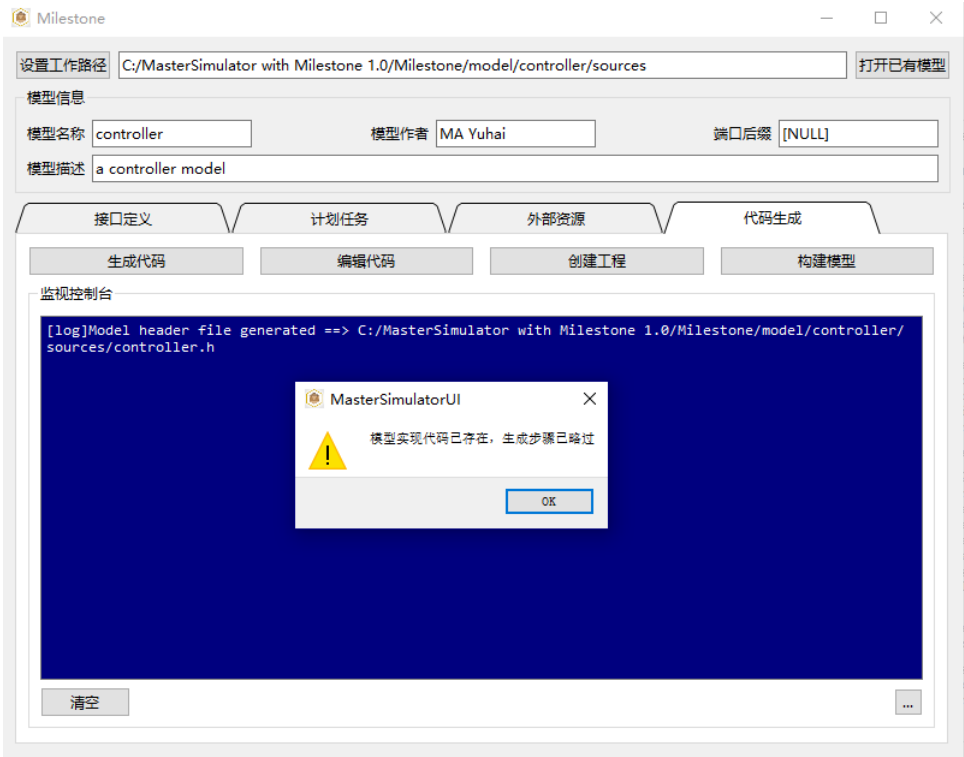

图 4.8: 生成代码
- 点击上方标签页，切换至“代码生成”。点击“生成代码”将在当前工作路径生成模型的头文件和源文件模板，对于打开的已有模型，仅更新头文件，不会覆盖已经实现的模型源文件，并给出提示，如 图 4.8。